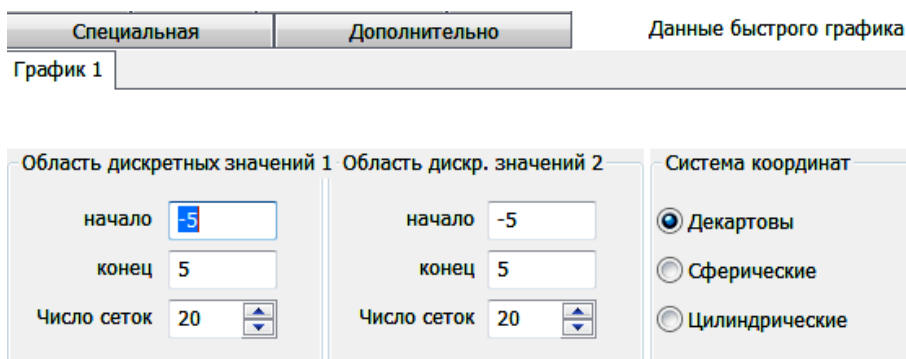

Рис. 4.12. Вид вкладки **Данные быстрого графика**
8) **Данные быстрого графика (QuikPlot Data)** – вкладка включает опции для форматирования параметрической 3D-диаграммы (рис. 4.12).